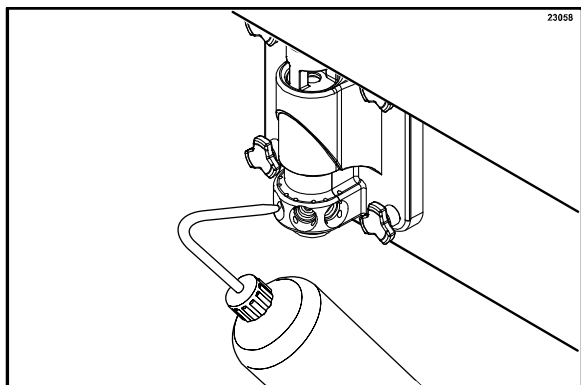

Рисунок 26
6. Заполните бутылку-пульверизатор дезинфицирующим раствором. Поставьте под дверь ведро, вставьте сопло бутылки-пульверизатора в отверстие для сиропа и крепко сожмите бутылку. Это действие будет принудительно выталкивать раствор из прилегающего отверстия вниз, вокруг спиннера. Эту процедуру необходимо выполнять на каждом отверстии в течении как минимум 10 секунд. (См. рис. 26)